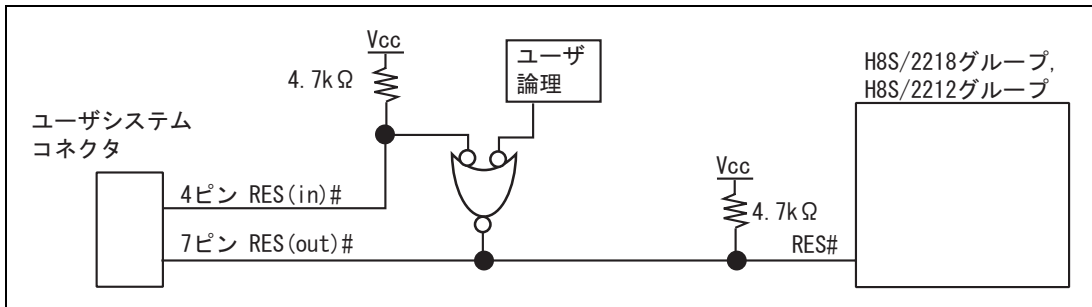

図 1.6 RES#端子の結線
3. ユーザシステムコネクタの4ピンのRES(in)#端子はE10A-USBエミュレータがMCUに対して出力する信号線です。ユーザ論理のリセット回路と4ピンのRES(in)#を図1.6のようにして、MCUのRES#端子に接続してください。また、ユーザシステムコネクタの7ピンのRES(out)#端子はE10A-USBエミュレータがMCUのRES#端子をモニタする信号線です。プルアップの上、ユーザシステムコネクタの7ピンに接続してください。